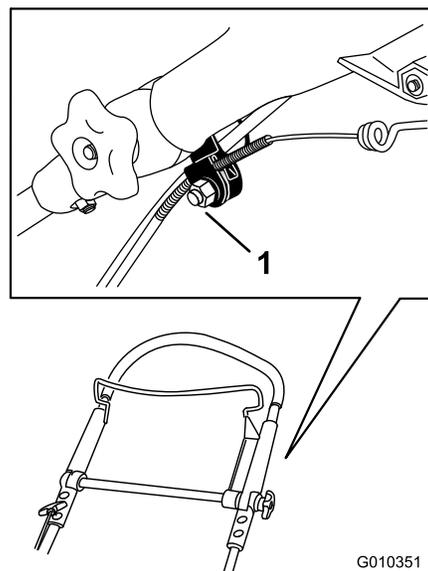

Figura 46
1. Allentate il dado sul serrafilo per cavi (Figura 46).